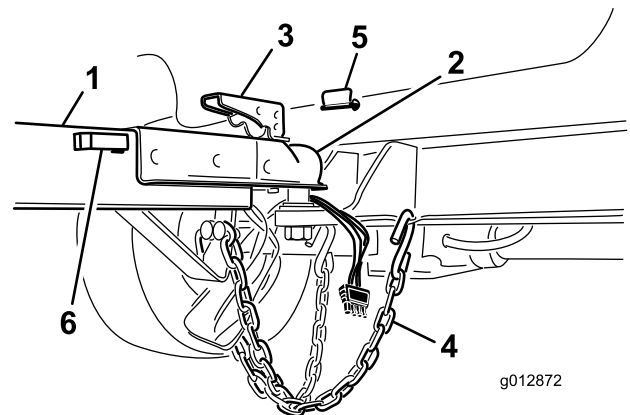

Figura 14
2. Levante a alavanca no garfo enquanto baixa a cobertura sobre a bola de engate (Figura 14).